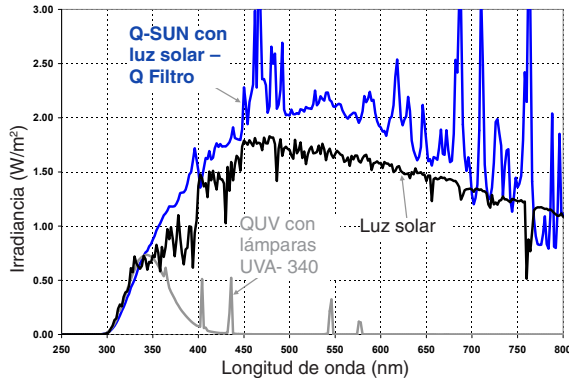

Figura 1- Cámaras Q-SUN y QUV vs Luz solar
La Q-SUN (arco de xenón) y QUV (UV fluorescente) son las cámaras de intemperismo acelerado más utilizadas. Las dos cámaras se basan en enfoques completamente diferentes. La cámara de xenón reproduce el espectro entero de luz solar, incluyendo ultravioleta (UV), luz visible, e infrarroja (IR). El arco de xenón es esencialmente un intento de simular la luz solar en sí, desde 295 nm – 800 nm (véase la Figura 1 a continuación).
La cámara de intemperismo acelerado QUV, por otro lado, no pretende reproducir la luz solar, sólo los efectos dañinos de la luz solar que se pueden producir a partir de 300nm – 400 nm. Se basa en el concepto de que, para materiales duraderos expuestos al aire libre, la onda corta UV causa el mayor daño de intemperie (Figura 1).